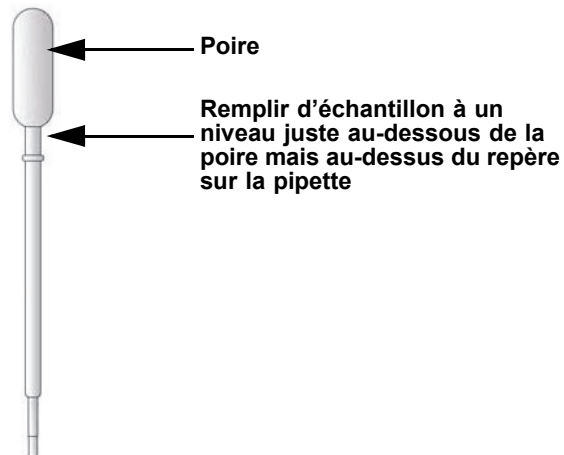
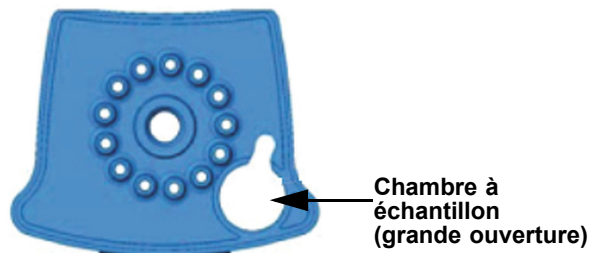

Figure 1. Pipette de transfert du test HCV VL
Figure 2. Cartouche du test HCV VL (vue de dessus)
- **Option 1** : si la pipette de transfert fournie dans le kit est utilisée (Figure 1), remplir à un niveau juste au-dessous de la poire mais au-dessus de la ligne-repère pour transférer au moins 1 mL de plasma ou de sérum du tube de échantillon dans la chambre échantillon de la cartouche de test (Figure 2). Ne **PAS** verser l'échantillon dans la chambre !
- **Option 2** : si une pipette automatique est utilisée, transférer au moins 1 mL de plasma ou de sérum dans la chambre échantillon de la cartouche de test (Figure 2). Ne **PAS** verser l'échantillon dans la chambre !